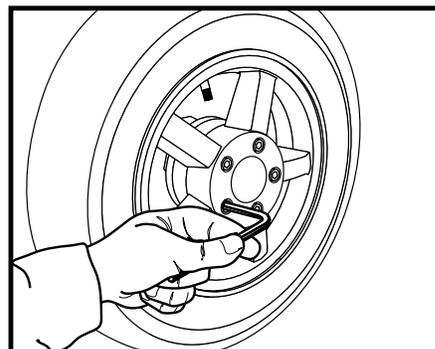

Figure 27. Enlèvement de la roue
2. Retirez les cinq (5) boulons de fixation de la roue sur le PMV. Voir la figure 27.